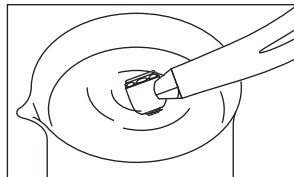

Fig. 3
- 3) Ruotare il manipolo e immergere la testina a metà (Fig.3).